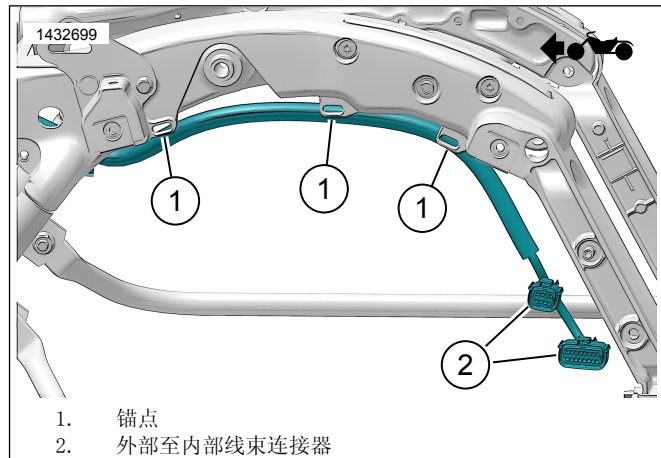

图10。外部布设线束(典型)
1. 参见图10。沿车架布设外部边箱线束。使用线缆扎带松散地将线束固定到锚点(1)。不要紧固线缆扎带。
参见图10。将外部边箱线束连接到边箱上的内部线束(2)。